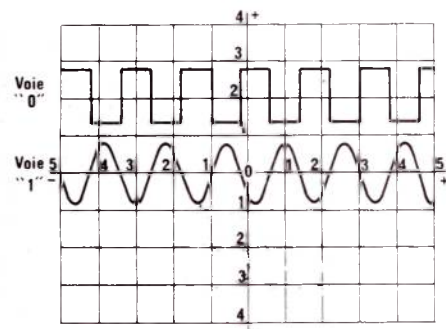

Figure 13
8) Placer un signal sur l'entrée « 1 » (ce signal doit être synchrone du signal se trouvant sur la voie « 0 »). Agir sur le potentiomètre de niveau de la voie « 1 » pour faire apparaître le signal. Régler le niveau pour obtenir une hauteur de 1 carreau (**figure 13**).